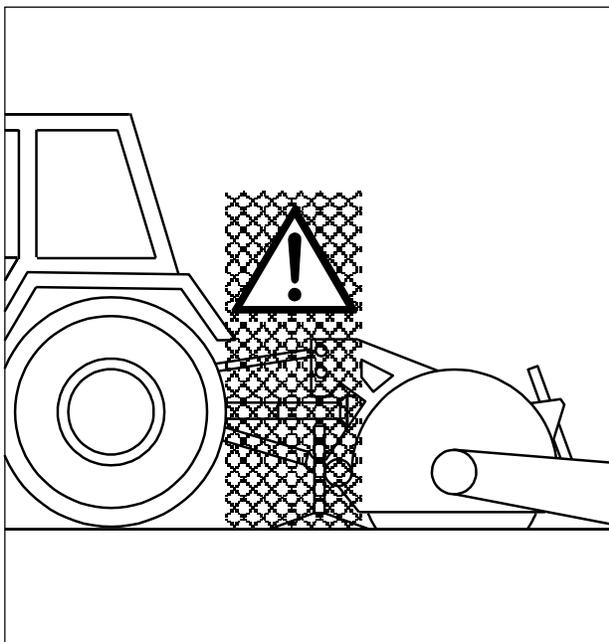

Fig. 7 - Area di alta pericolosità in fase di lavoro
- **È ASSOLUTAMENTE VIETATO INTERPORSI, CON MACCHINA IN FUNZIONE, NELL'AREA TRA IL TRATTORE E LA MACCHINA (FIG. 7), È UN'AREA MOLTO PERICOLOSA.**